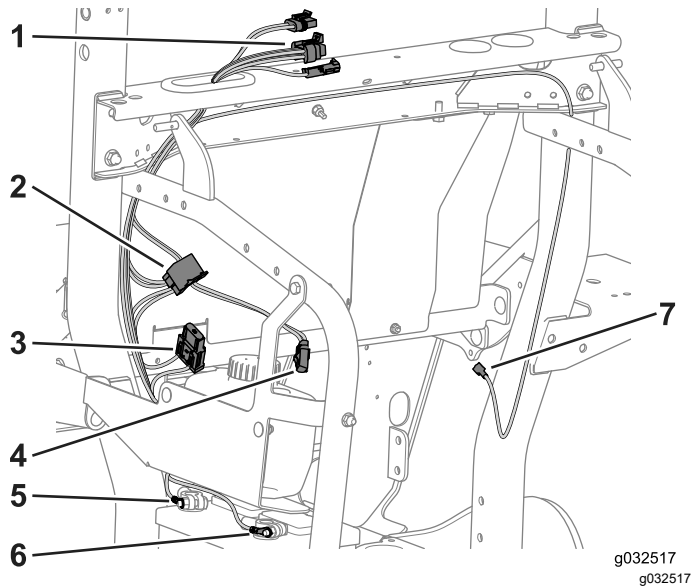

Figura 38
1. Enrute los 3 conectores de la cabina por el anillo de goma (**Figura 38**).
2. Enrute el cable eléctrico auxiliar a través del soporte del bastidor, hacia abajo por el tubo del ROPS y hacia los controles del operador (**Figura 38**).
- Enrute los cables rojo y negro de calibre 10 a lo largo del tubo del ROPS en el lado izquierdo del bastidor y hacia la batería (Figura 38).